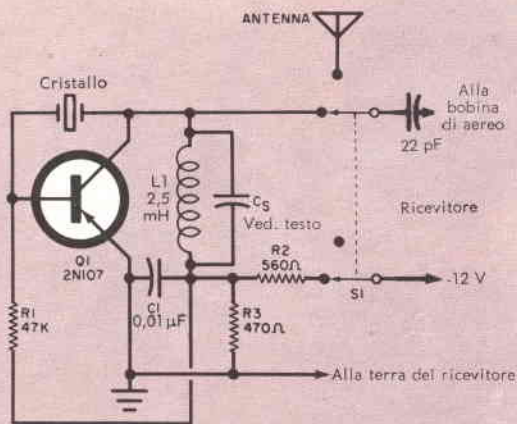

Fig. 2 - Schema elettrico del calibratore a cristallo da 1 MHz. L'energia necessaria ad alimentare l'apparecchio viene fornita dallo stesso ricevitore.
**Circuiti a transistori** - In *fig. 2* presentiamo un calibratore a cristallo da 1 MHz da usarsi con ricevitori transistorizzati per traffico radiometrico. Come potete vedere dallo schema, un transistor tipo p-n-p è usato in un circuito ad emettitore comune. Le tensioni di polarizzazione del collettore e della base si ottengono dal ricevitore con il quale il circuito è accoppiato attraverso il partitore di tensione R2-R3 bypassato da C1. Il resistore R1 in serie serve a limitare la corrente di base al suo giusto valore.